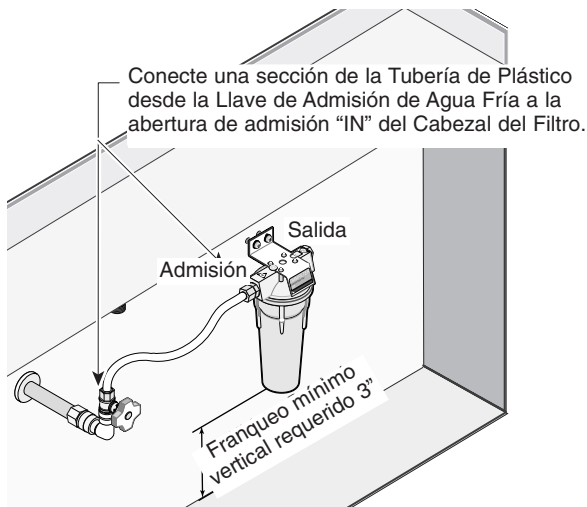

Figura 5
7. Conecte esta unidad de tubería de plástico a la llave de admisión de agua fría. Consulte la Figura 5. Ensamble el otro extremo de esta sección de tubería de plástico de la misma forma y conéctela a la abertura de admisión "IN" del cabezal del filtro.